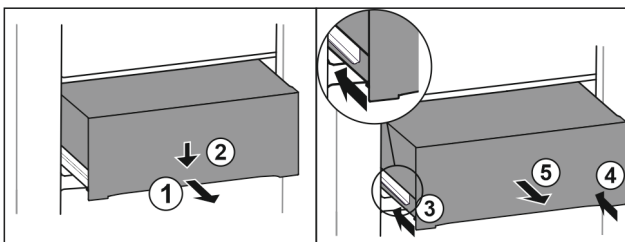

Fig. 151
- ▶ Витягніть ящик на половину. *Fig. 151 (1)*
- ▶ Спрямуйте висувний ящик вниз спереду. *Fig. 151 (2)*
- ▶ Вставте ліву рейку приблизно на 2 см. *Fig. 151 (3)*
- ▶ Вставте праву рейку приблизно на 2 см. *Fig. 151 (4)*
- ▶ Вийняти висувний ящик рухом вперед. *Fig. 151 (5)*